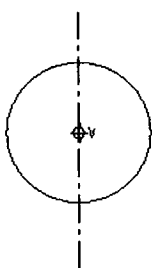

图 1-18 绘制圆
(1) 启动 Pro/ENGINEER, 执行“文件”/“设置工作目录”命令, 在打开的“选取工作目录”对话框中选择系统的工作目录。
(2) 单击“新建文件”按钮 (□), 新建名为“ch1_2”的草绘文件, 并采用 `mmns_part_solid` 模板。
(3) 单击 按钮绘制中心线。
(4) 单击 按钮绘制圆, 如图 1-18 所示。